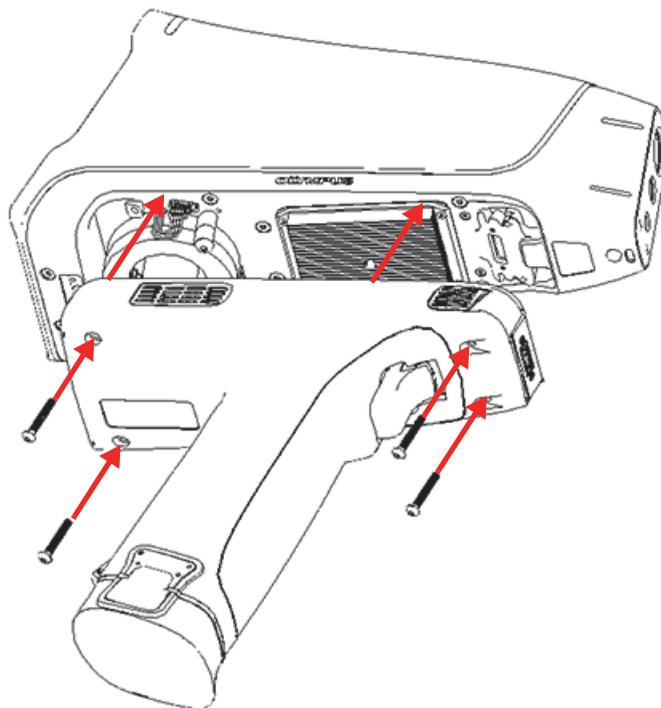

Figura 4-9 Sostituzione dell'impugnatura
4. Reinstallare le quattro viti per fissare l'impugnatura all'analizzatore Vanta (vedere Figura 4-9 a pagina 98).